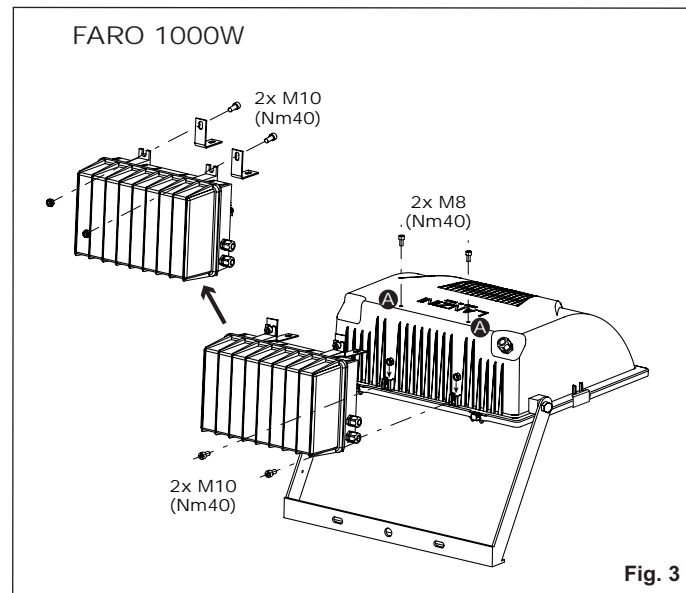

Fig. 3
- Faro 1000W (fig. 3): installer le block d'alimentation directement derrière le projecteur et positionner les presse-étoupes où le câble sort du projecteur.
- Faro 1000W (Fig. 3): applicare il Block d'alimentazione direttamente sul retro del proiettore avendo cura di posizionare i pressacavi dal lato del cavo uscente dal proiettore. Per il cablaggio al gruppo d'alimentazione vedere 'Istruzioni Block'.